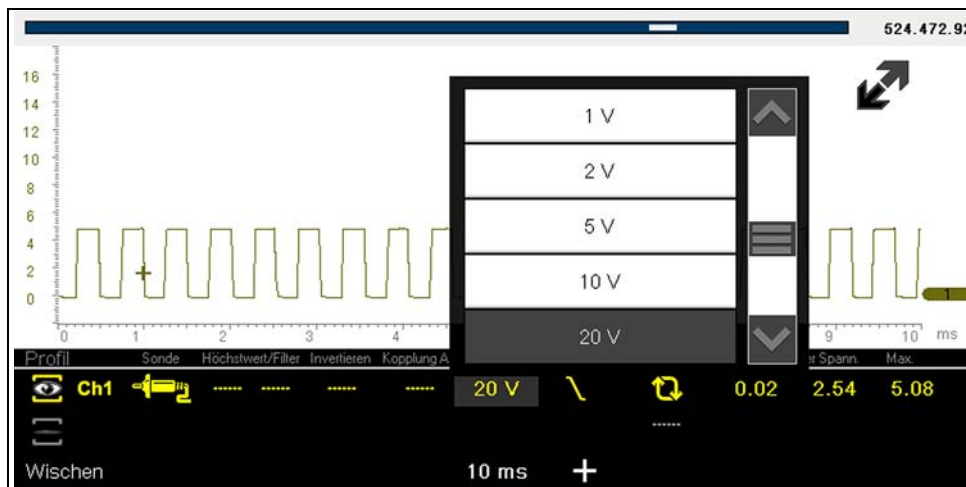

Abbildung 9-10 Beispielenü für die Skalierung
2. Tippen Sie für den anzupassenden Kanal auf den Wert unter **Skalierung**. Das Skalierungsmenü wird geöffnet (Abbildung 9-10).